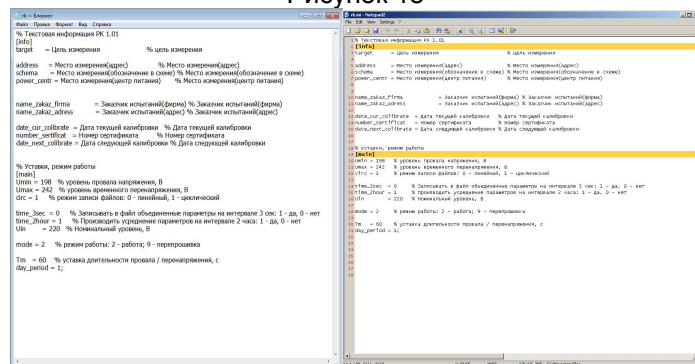

Рисунок 19
- Проверить открывается ли файл rk.ini, рисунок 19